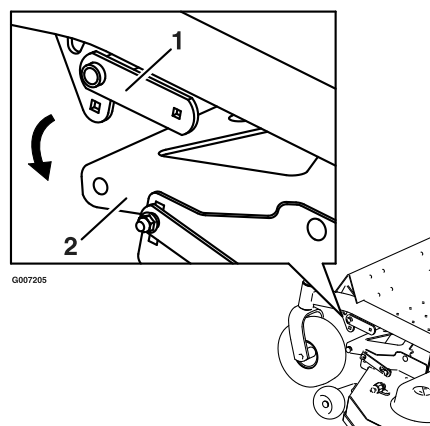
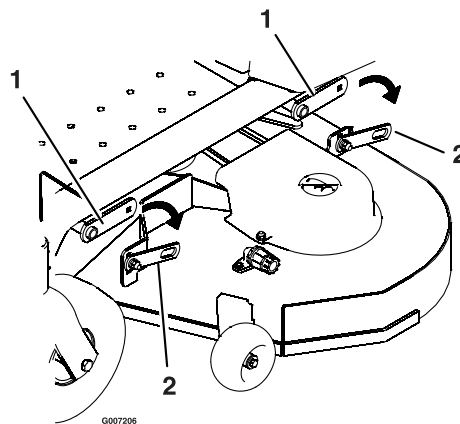

Figure 53
Figure 54
- Enlevez les fixations de la patte de fixation et du bras de relevage de chaque côté du plateau de coupe (Figure 53).
- Enlevez l'écrou, le boulon et la bague de pivot de la bielle du plateau (Figure 53). Abaissez doucement l'avant du plateau de coupe au sol (Figure 54).
5. Utilisez les fixations existantes pour fixer la bielle arrière du plateau au bras de relevage (Figure 54).
6. Fixez les fixations de la patte de fixation et du bras de relevage de chaque côté du plateau de coupe (Figure 53).